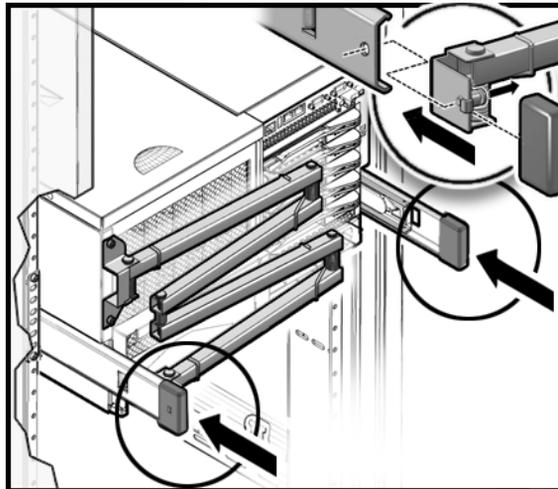

FIGURE 2-10 Capuchons sur les rails coulissants du serveur Sun SPARC Enterprise M4000
- Pour le serveur Sun SPARC Enterprise M4000, un capuchon doit être fixé à l'arrière du rail de droite et du rail de gauche (FIGURE 2-10).